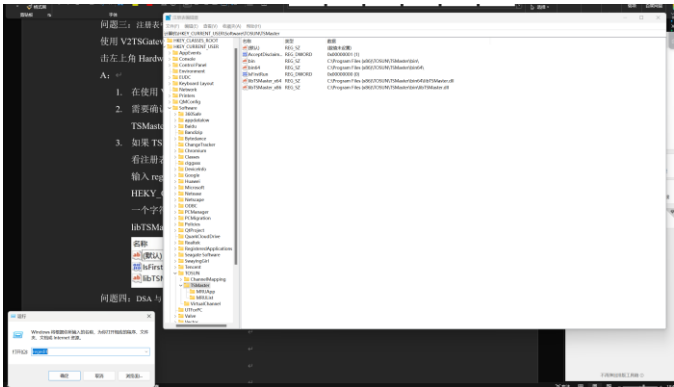

图 4-注册表界面
3. 如果 TSMaster.dll 文件版本一致，需要检查一下注册表，可能是安装时有拦截，查看注册表内是否有 libTSMaster.dll，没有的话需要手动添加。Win+R 打开 cmd 面板输入 regedit 打开注册表（详见图 4-注册表界面）。